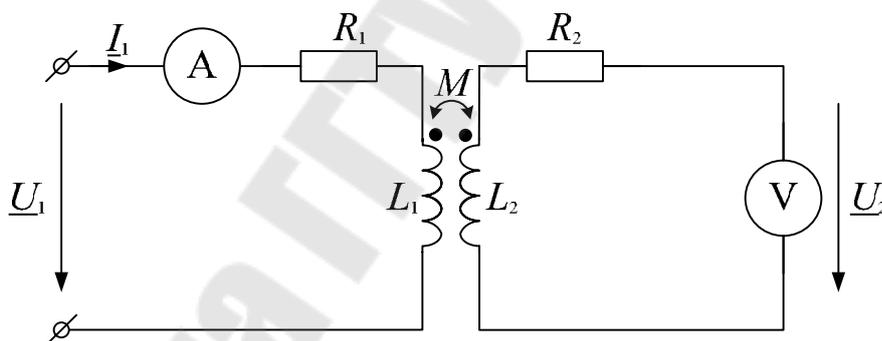

Рис. 6.2.
3. Собрать электрическую цепь по схеме рис. 6.2 .